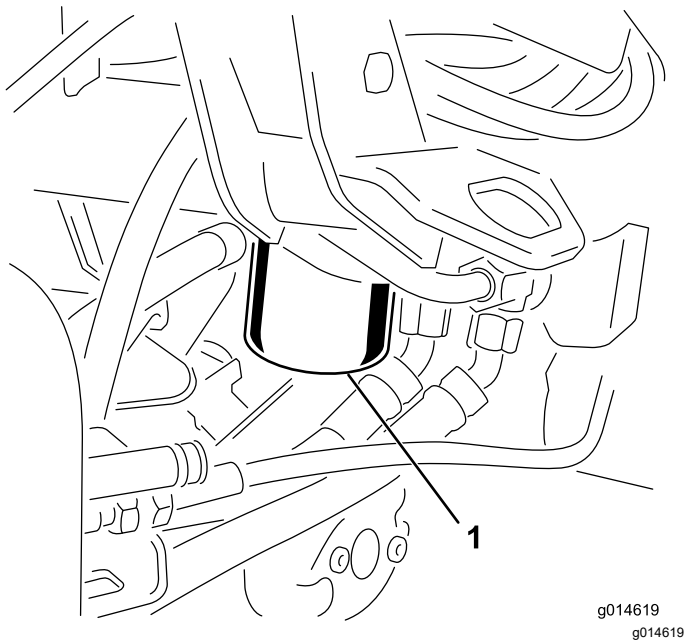

图 44
1. 清洁过滤器安装区周围的区域图 44。在过滤器下面放置一个放油盘并拆下过滤器。